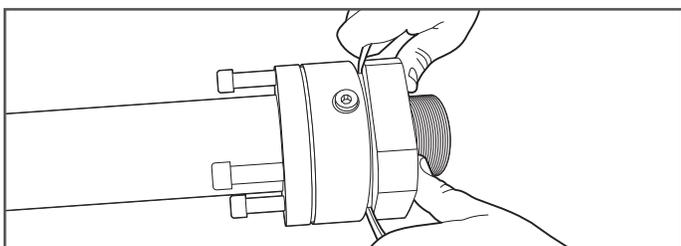

Figure 8-2
2. Détachez l'adaptateur avant du raccord à l'aide d'un tournevis à lame plate ou d'un pied-de-biche plat (Figure 8-2)